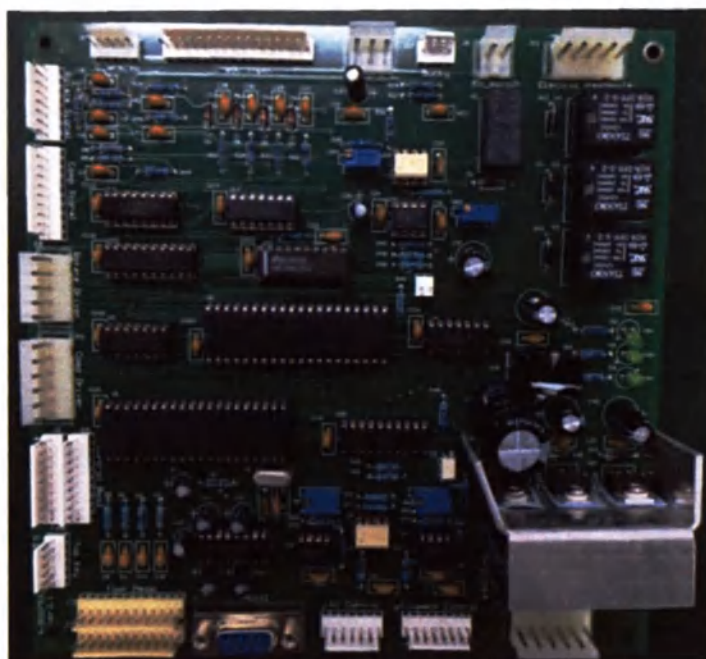

Рисунок 40 ЦПУ плата
1. Отключите оборудование от сети питания. Через 5 минут после отключения питания, снимите кожухи оборудования и найдите ЦПУ плату (см. рис. 40)